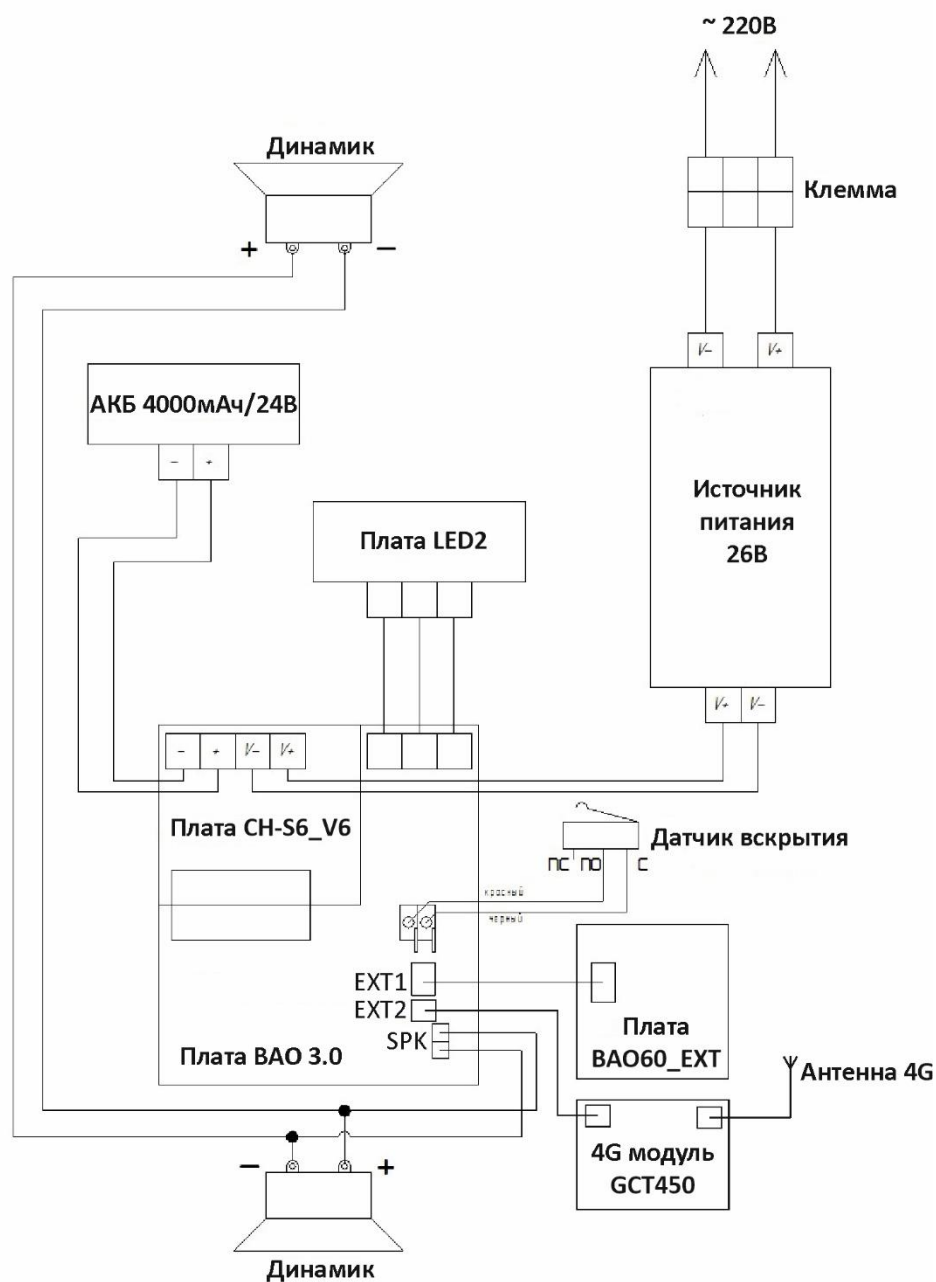

Рис. 3. Схема внутренних соединений устройства
3.3.1 Схема внутренних соединений блока БА0-300 (V60M) представлена на Рис.3